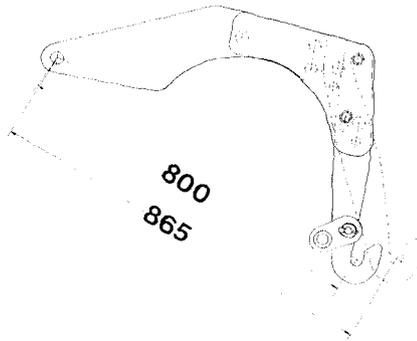

Fig. 32
- Kombinationen mit Packerwalze PW 500 nach Fig. 32.